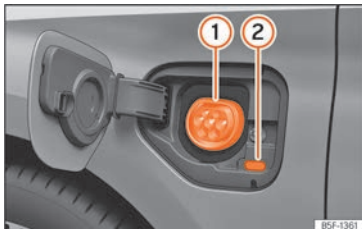

Abb. 210 Hinter der Batterieladeklappe vorn links: Ladedose
»» **Abb. 210**
- Drücken Sie bei entriegeltem Fahrzeug auf die Batterieladeklappe, um diese zu öffnen »» **Abb. 210**.